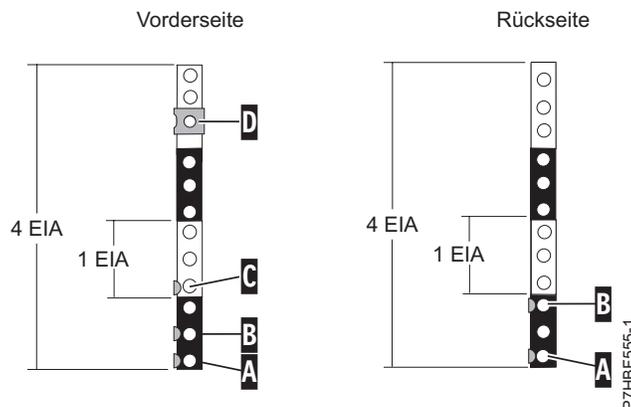

Abbildung 3. Bohrungen an Vorder- und Rückseite des Rackrahmens markieren
1. Stellen Sie sich vor die Vorderseite des Racks und suchen Sie auf der rechten Seite die untere EIA-Einheit, die von Ihrer Erweiterungseinheit belegt wird. Schreiben Sie sich die EIA-Position auf. Kennzeichnen Sie die untere Bohrung dieser EIA-Einheit mit einem Band, einer Markierung oder einem Stift mit einem **A**, wie unter Abb. 3 dargestellt. Markieren Sie das Rack so, dass die Markierung von der Rückseite des Racks sichtbar ist.
2. Beginnen Sie an der Bohrung mit der Markierung **A**, zählen Sie eine Bohrung nach oben und bringen Sie eine zweite Markierung **B** an. Markieren Sie das Rack so, dass die Markierung auch von der Rückseite des Racks aus sichtbar ist (siehe Abb. 3).
3. Beginnen Sie an der Bohrung mit der Markierung **B**, zählen Sie zwei Bohrungen nach oben und bringen Sie eine dritte Markierung **C** an, wie in Abb. 3 dargestellt.
4. Beginnen Sie für die Installation der Klemmmutter an der Bohrung mit der Markierung **C**, zählen Sie sechs Bohrungen nach oben und bringen Sie eine vierte Markierung **D** an. Installieren Sie die Klemmmutter an Position **D** (siehe Abb. 3).
8. Beginnen Sie an der Bohrung mit der Markierung **A**, zählen Sie zwei Bohrungen nach oben und bringen Sie eine zweite Markierung **B** an, wie in Abb. 3 auf Seite 5 dargestellt.